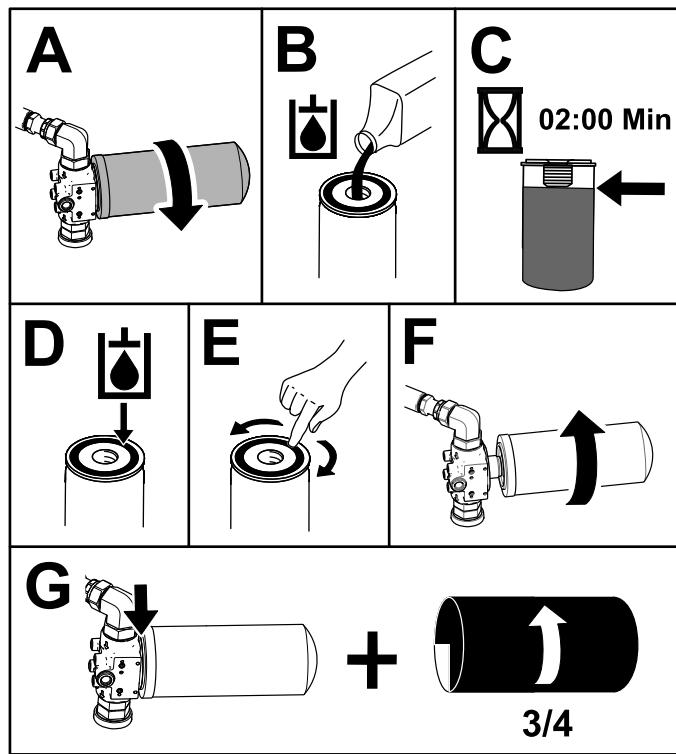

Figure 75
5. Placez un bac de vidange sous le filtre avant et remplacez le filtre (Figure 75).